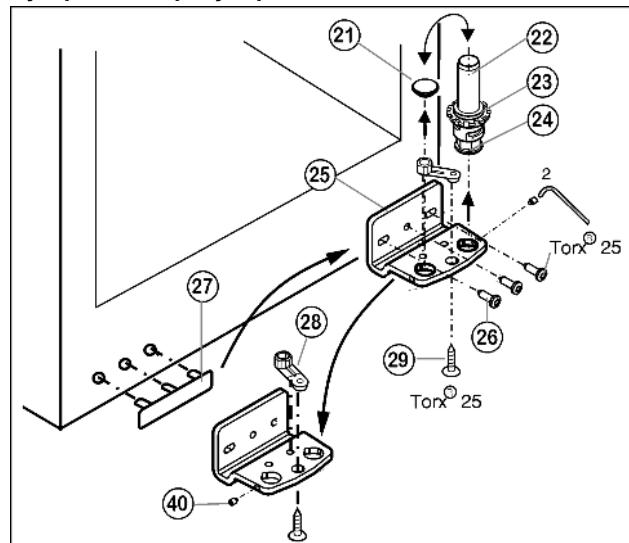

Fig. 6
- Отвинтите установочный винт Fig. 6 (40) приблизительно на один оборот прилагаемым торцевым ключом.
- Извлеките опорный винт Fig. 6 (22) в комплекте с шайбой Fig. 6 (23) и регулируемой опорой Fig. 6 (24), вывинчивая его вверх.
- Снимите пробку Fig. 6 (21).
- Открутите Fig. 6 (26) опорный кронштейн Fig. 6 (25).
- ▶ Полностью выкрутите установочный винт Fig. 6 (40) и вкрутите на противоположной стороне на нижнем опорном кронштейне, чтобы он был заподлицо с этим кронштейном.
- ▶ Открутите Fig. 6 (29) опорную деталь Fig. 6 (28) и, переставив в отверстие на противоположной стороне опорного кронштейна, снова прикрутите.
- ▶ Переставьте пробку Fig. 6 (21) в свободное отверстие.
- ▶ Осторожно снимите и переставьте на противоположную сторону крышку со стороны ручки Fig. 6 (27).
- ▶ Снова прикрутите опорный кронштейн Fig. 6 (25) на новой стороне шарнира (**с моментом 4 Нм**). При необходимости используйте аккумуляторный шуруповерт.
- ▶ Вновь установите опорный винт Fig. 6 (22) в комплекте с шайбой и регулируемой опорой.
- ▶ Затяните установочный винт Fig. 6 (40).
- ▶ Установите дверцу сверху на нижний опорный палец Fig. 6 (22).
- ▶ При необходимости выровняйте дверцы через два продольных паза в нижнем опорном кронштейне Fig. 6 (25) параллельно корпусу устройства. Для этого выкрутите средний винт.